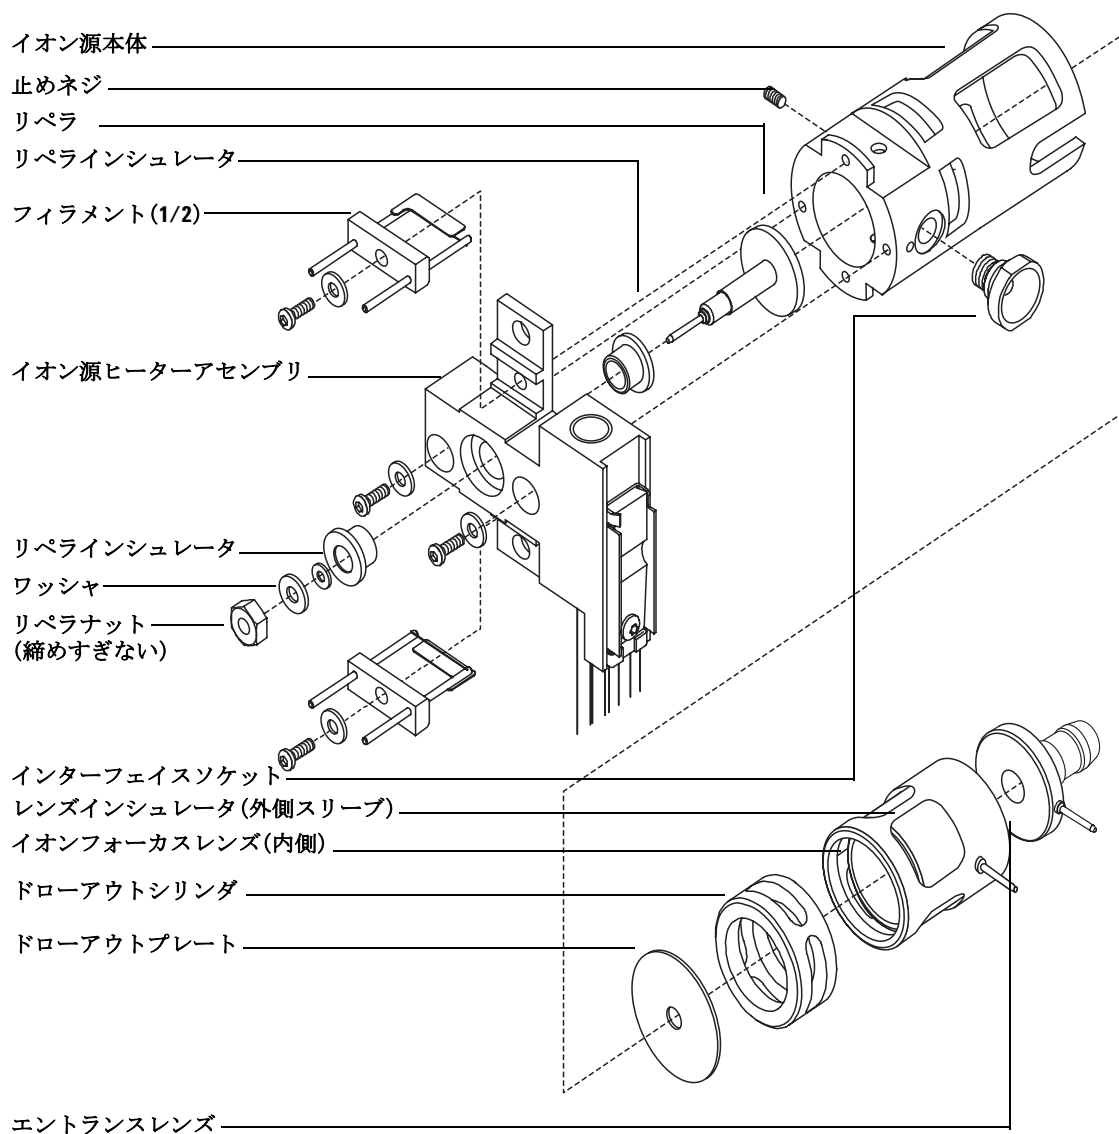

図 19 イオン源の分解
- 3 2つのネジを外して、イオン源ヒーターアセンブリをイオン源本体から取り外します。イオン源ヒーターアセンブリは、イオン源ヒーター、リペラ、および関連部品からなります。93 ページ図 19を参照してください。
- 4 リペラナット、ワッシャ、セラミックインシュレータ、およびリペラを取り外して、リペラアセンブリを分解します。( 図 19 )
- 7 レンズをイオン源本体の外に押しだし、レンズインシュレータ、イオンフォーカスレンズ、ドローアウトシリンダ、ドローアウトプレート、およびエントランスレンズを分離します ( 図 19 を参照してください ) 。